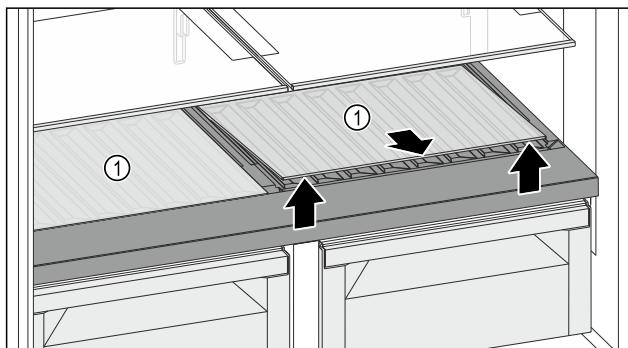

Fig. 129
- Скористайтесь пазом спереду, щоб підняти скляну полицю або обидві скляні полиці Fig. 129 (1) і вийняти їх.
- Безпечно зберігайте скляну(-и) полицю(-и) Fig. 129 (1) за межами пристрою.